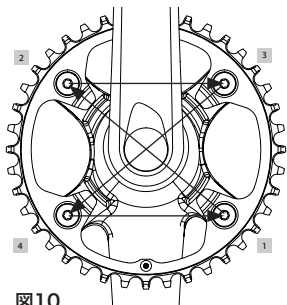

図10
- 4つのボルトは対角の順番で (1-2-3-4)、締め付けを行います (図10)。